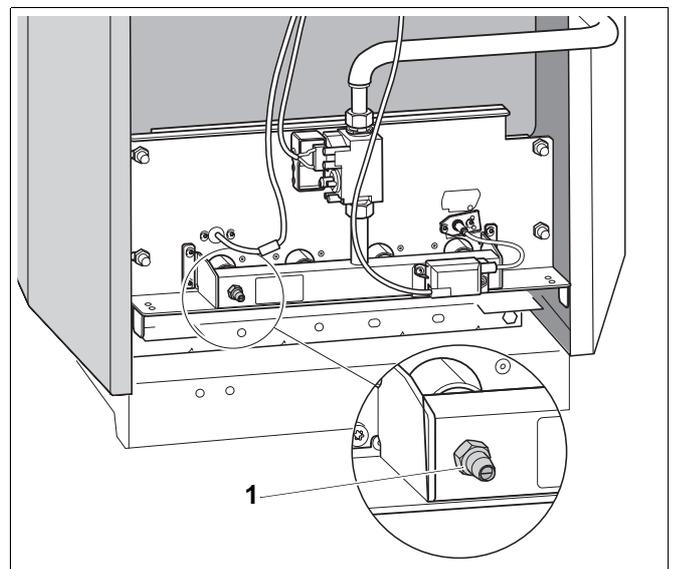

Abb. 44 Gasbrenner
- Verschlusschraube des Messnippels am Gasverteilerrohr zwei Umdrehungen lösen (Abb. 44, Pos. 1).